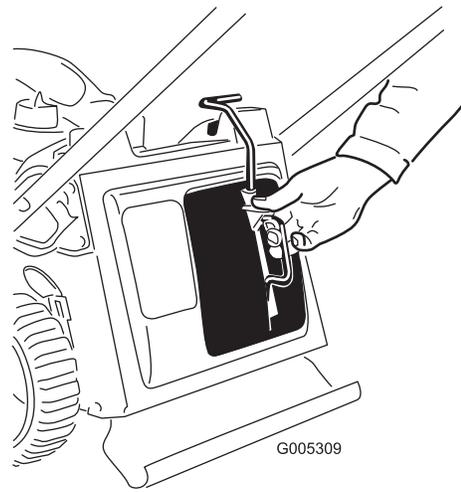

Bild 33
3. Setzen Sie den Mulchverschluss ein (Bild 33).